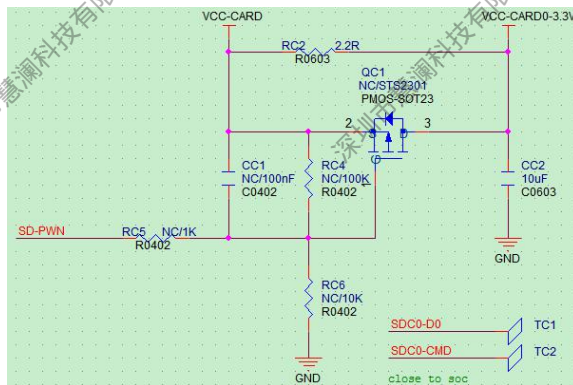

图 2-27 VCC-CARD 的保护电路
- 对于 VCC-CARD，建议采用电源开关保护电路，避免在插入坏卡时拉挂系统以及改善 SD CARD 上电时的电源质量。如果为了降低产品成本，可以删除此电路。如图 2-27 所示。